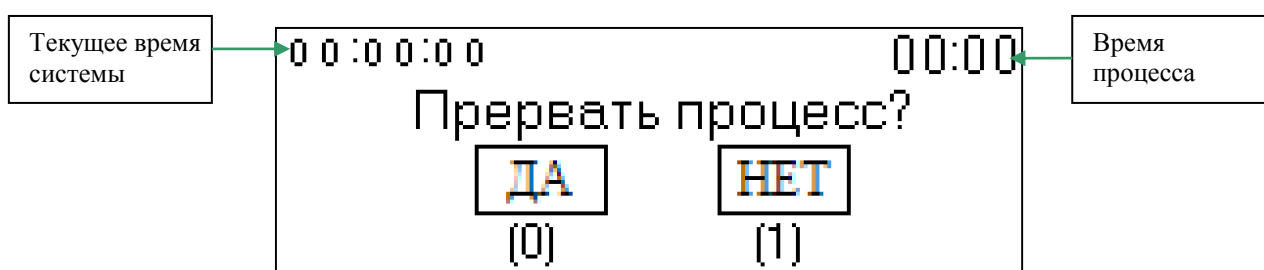

Рис. 15
7.15. В случае необходимости, можно прервать цикл стерилизации на любом из его этапов, для этого нажмите клавишу «F», появится окно подтверждения остановки процесса (рис. 15).